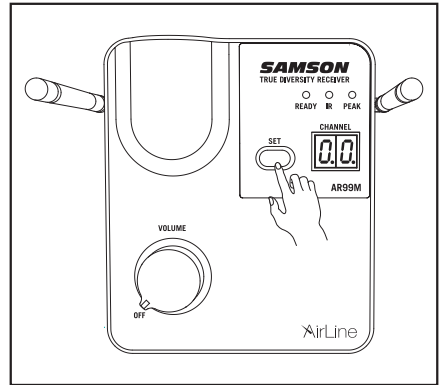

Abbildung 1
5. Drücken Sie die SET-Taste länger als 2 Sekunden auf der Vorderseite des AR99m-Empfängers, um nach einem verfügbaren Kanal zu suchen. Sobald der optimale Kanal ausgewählt ist, wechselt der Receiver in den IR-Einstellmodus. Die Anzeige blinkt im IR-Einstellmodus langsam. 10 Sekunden (bis die Anzeige langsam blinkt), um direkt in den IR-Einstellmodus zu wechseln. (Abbildung 1).